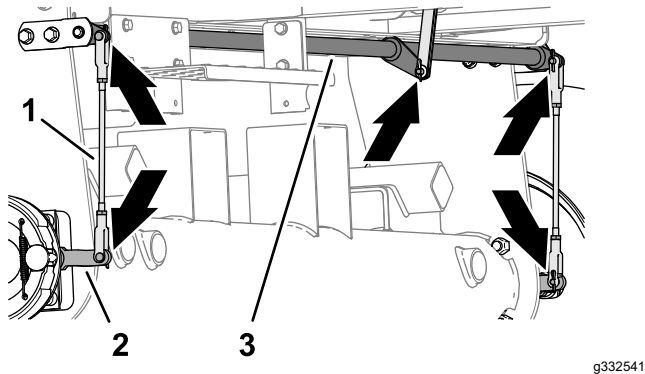

Figura 70
1. Inspeccione los conjuntos de varilla de freno derecho e izquierdo (Figura 70) en busca de daños o desgaste.
2. Inspeccione el eje de articulación del freno (Figura 70) en busca de daños o desgaste.